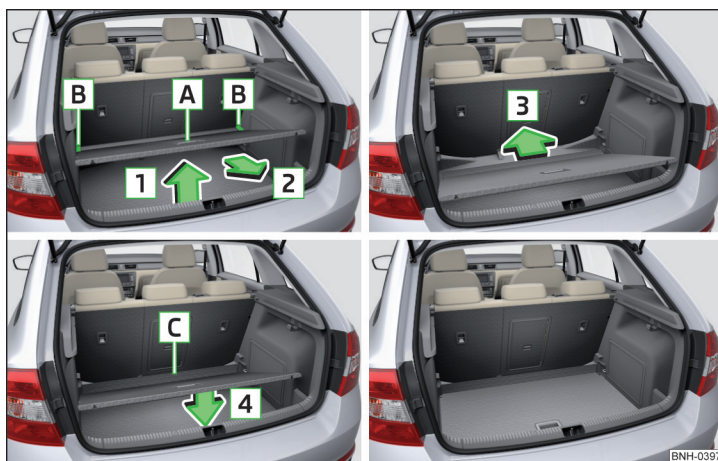

Fig. 86 Reglarea podelei variabile în poziția inferioară
- Prindeți podeaua variabilă de mânerul **A** » fig. 86.